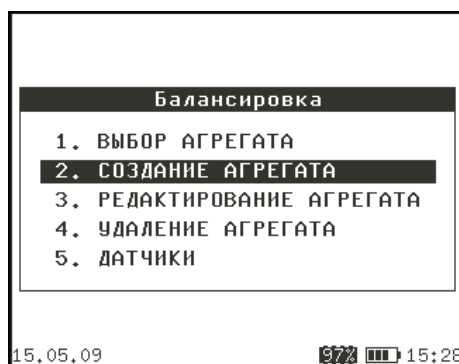

Рис. 80. Выбор пункта «Создание агрегата» из основного меню режима «Балансировка»
- установить маркер с помощью клавиш  и  на пункт «Создание агрегата» режима «Балансировка» (Рис. 80) и нажать ;